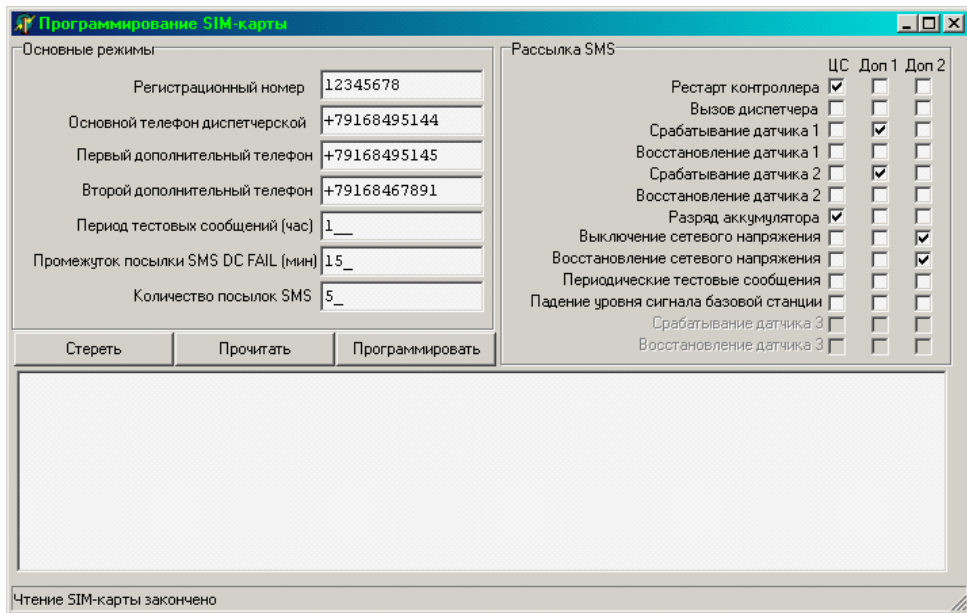

Рис. 5. Окно программы для программирования SIM-карт устройств оповещения TSS-720(-01,-02).
- На экране появится окно программы (см. Рис. 5).
Формат ввода номера показан на Рис. 5.
Перечень событий, при наступлении которых на дополнительные телефоны будут высылаться служебные SMS-сообщения с оповещениями об их наступлении, указан на Рис. 5 в правой части окна программы.